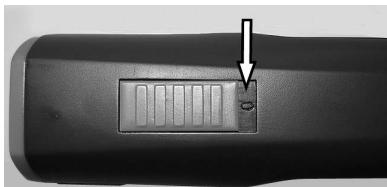

Fig. 4 Interruptor em posição OFF («0»)
1. Coloque o interruptor na posição OFF («0») (Fig. 4).